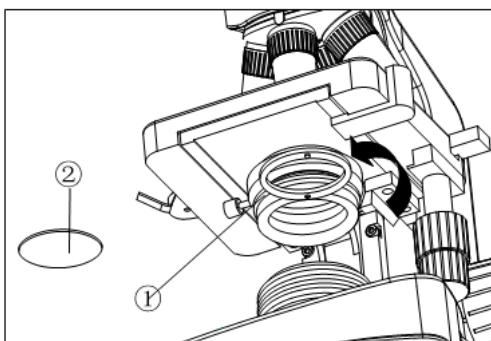

Fig.7
2.2.4 Instalación de los filtros de color (Fig.7)
1. Gire el soporte del condensador ① hacia afuera en la dirección de la flecha de la Fig.7.
2. Coloque los filtros requeridos ② en el portafiltros del soporte y, a continuación, gire el soporte de vuelta a la posición correcta.